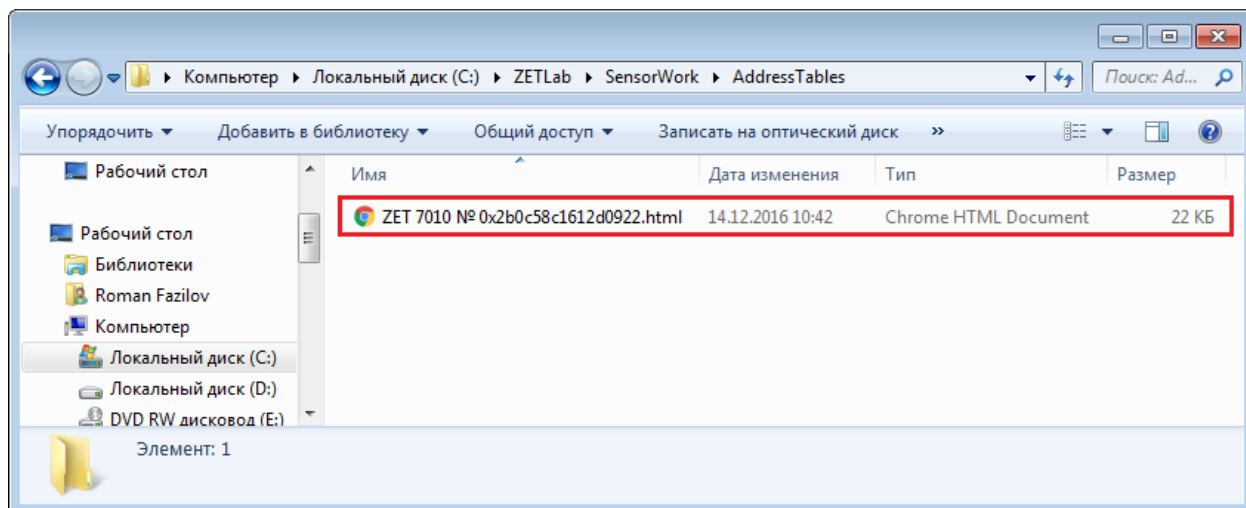

Рис.9.2 Файл созданный командой «Сгенерировать таблицу адресов»
2. После выполнения команды «Сгенерировать таблицу адресов» откроется папка, расположенная по директории: *C:\ZETLab\SensorWork\AddressTables*, в которой для данного устройства будет создан файл с расширением имени «.html» (Рис.9.2).